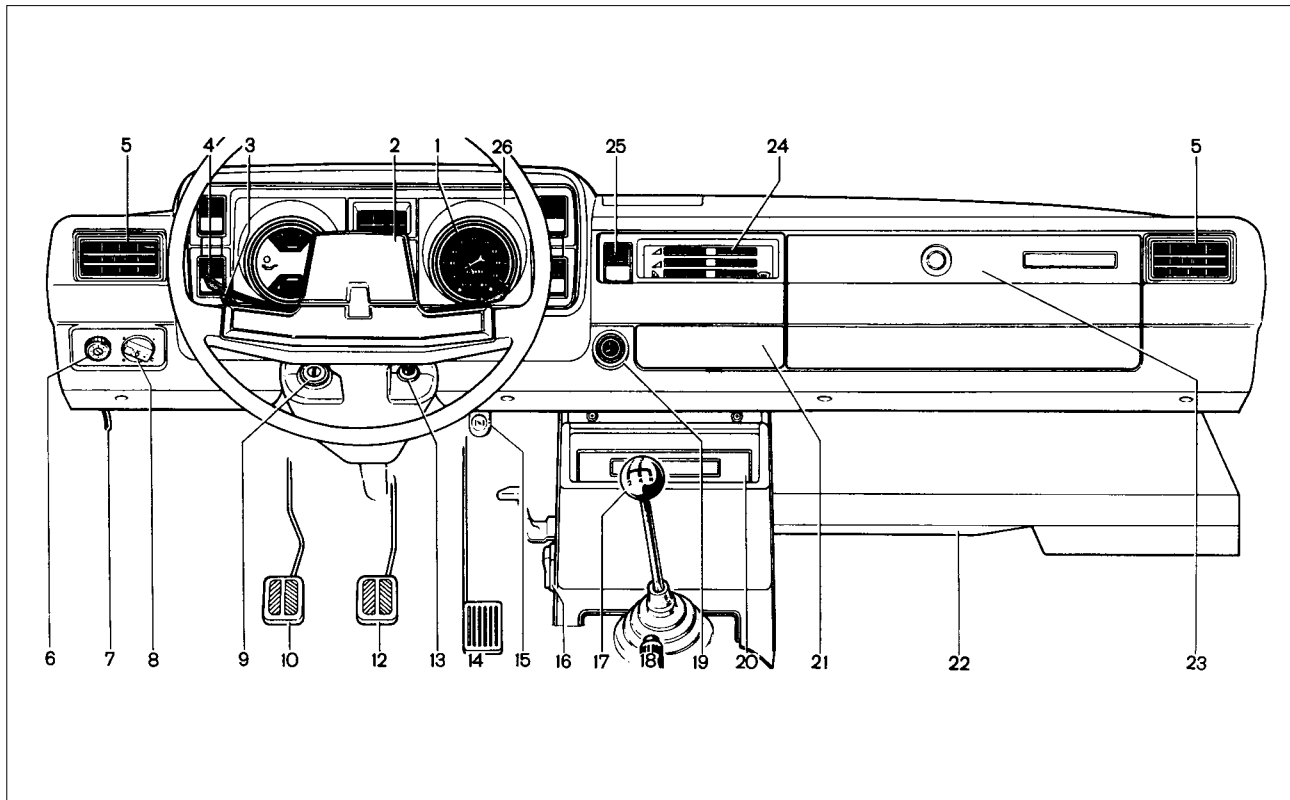

Рис. 18. Панель приборов
**1 (рис. 18) – рычаг переключателя стеклоочистителей и омывателей.**
- 6 – гидрокорректор фар (см. поз. 8, рис. 18).
- 10 – выключатель аварийной сигнализации (см. поз. 13, рис. 18).
**14** – выключатель освещения приборов (см. поз. 6, рис. 18).
**18** – рычаг стояночного тормоза (см. поз. 18, рис. 18).
**23** – прикуриватель (см. поз. 19, рис. 18).
**30** – рукоятка управления воздушной заслонкой карбюратора (см. поз. 15, рис. 18).